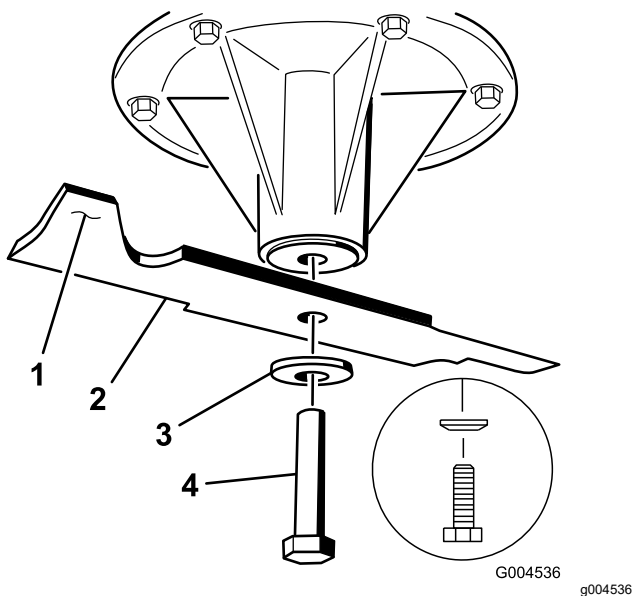

Figura 112
- Montate la lama sull'asse del mandrino (Figura 112).
- Montate il disco elastico e il bullone della lama (Figura 112).
Nota: Il cono del disco elastico deve essere rivolto verso la testa del bullone (Figura 112).